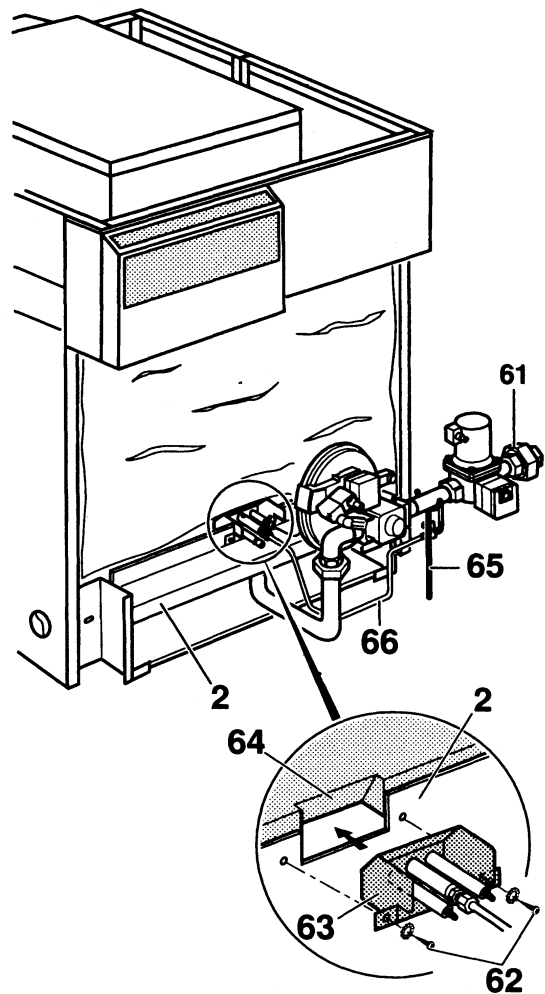

Рис. 30
- Установить два нижних боковых держателя (23) и прикрепить тремя гайками (M5, SW 8) с зубчатыми шайбами.
- Узел горелки (2) направить по направляющим (24) в узел топки (4), прикрепить их четырьмя гайками (M6, SW 10) с зубчатыми шайбами (3).
- Под узел горелки (2) до упора вставить жест для защиты пола топки.
- Рекомендация:** газовую арматуру (61) следует монтировать согласно рис. 30.